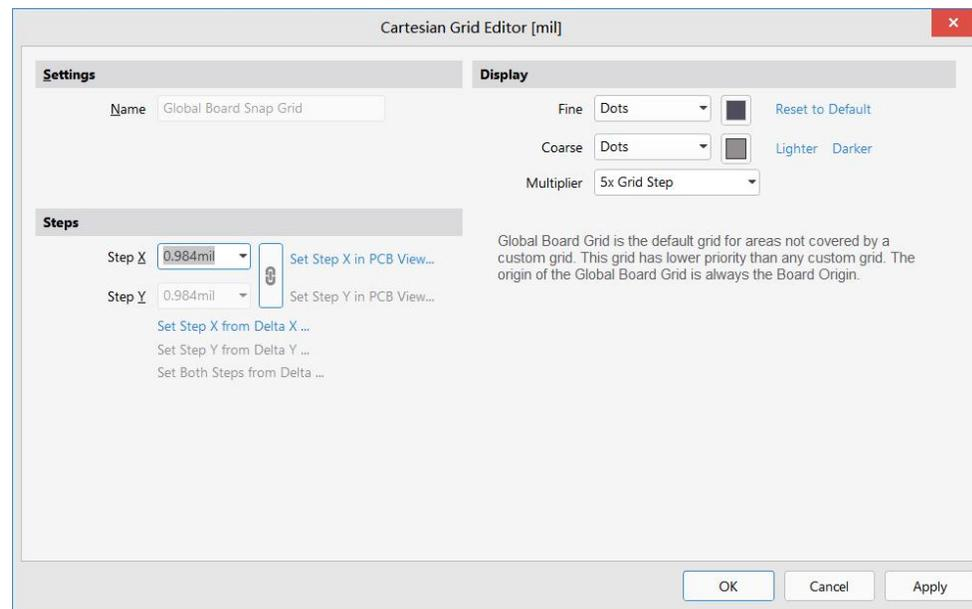

图2-32 “Cartesian Grid Editor”对话框
1) 先检查当前使用的单位和网格显示是否合适。选择页面右下角的“Panels”，在弹出的选项栏中选择“Properties”（元器件属性）命令，在“Grid Manager”中选择要使用的坐标网格，弹出“Cartesian Grid Editor”对话框，在“Steps”中可以设置X、Y方向网格间距，在“Display”中可以设置粗细网格类型和网格倍数，如图2-32所示。